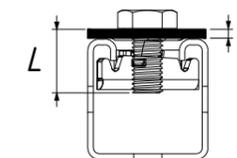

рис.1
- Монтажные гайки MT-TL M10 (OC)\* закручивать с использованием болта MT-TLB (OC), MT-TLB 30 (OC), соблюдая условия, показанные на рис. 1, с моментом затяжки равным 30 (40) Нм.